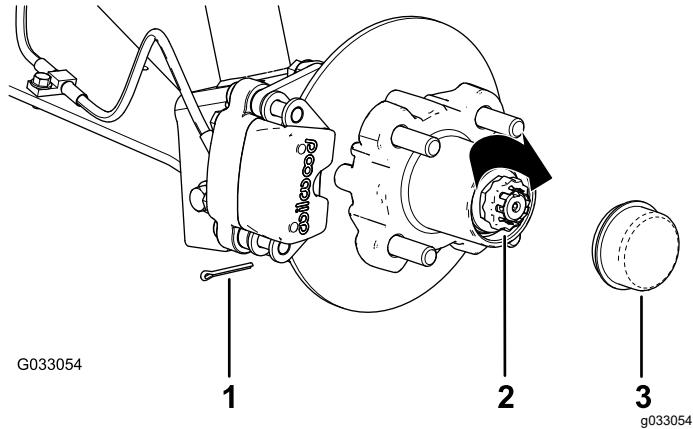

Bild 29
- Befestigen Sie den Halter über der Mutter und prüfen Sie die Ausfluchtung des Schlitzes im Halter und dem Loch in der Spindel für den Splint (Bild 29).
- Setzen Sie den Splint ein und biegen Sie jeden Abschnitt um den Halter (Bild 29).
- Setzen Sie den Staubdeckel auf die Radnabe (Bild 29).